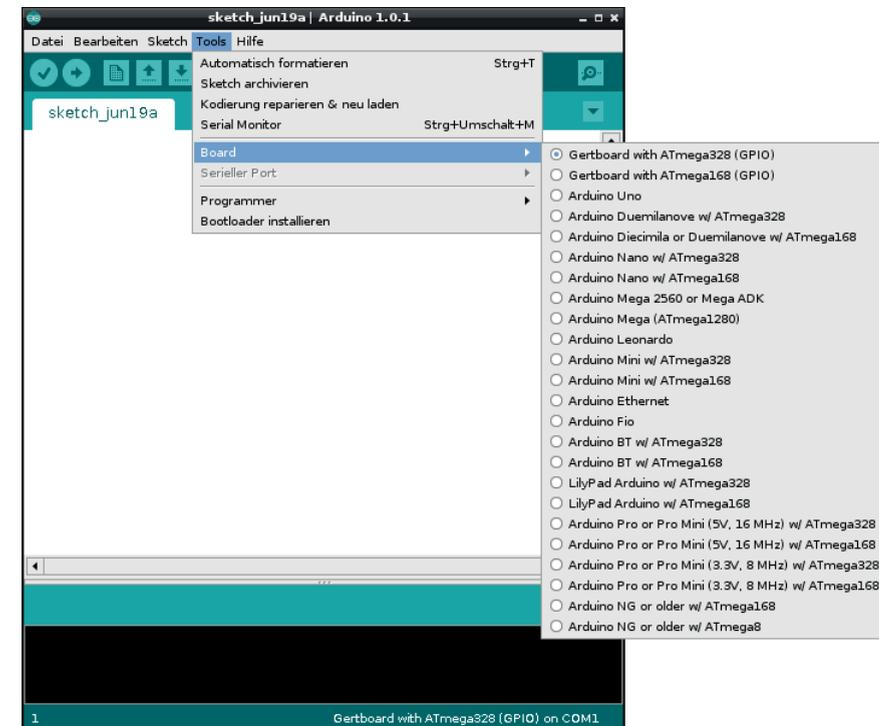

Abbildung 16.13 Auswahl des verwendeten Mikrocontrollers
- ▶ Navigieren Sie zu **TOOLS • BOARD**, und aktivieren Sie den Eintrag **GERTBOARD WITH ATMEGA168 (GPIO)** beziehungsweise **GERTBOARD WITH ATMEGA328 (GPIO)** (siehe Abbildung 16.13).